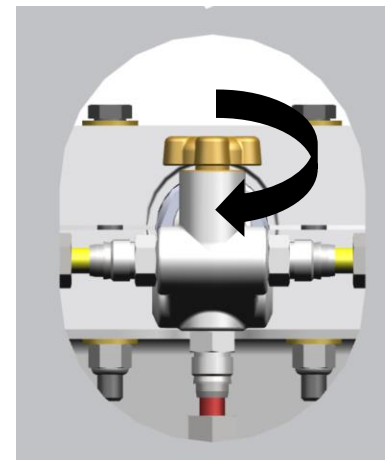

figura 1
3. Apagando (CERRANDO) una válvula tipo válvula de vástago, gire la manija de la válvula en el sentido de las agujas del reloj hasta que la manija deje de girar CIERRE la válvula. (Figura 1). Encendiendo (APERTURA) una válvula tipo válvula de vástago, gire la manija de la válvula en sentido contrario a las agujas del reloj para ABRIR (Figura 2)